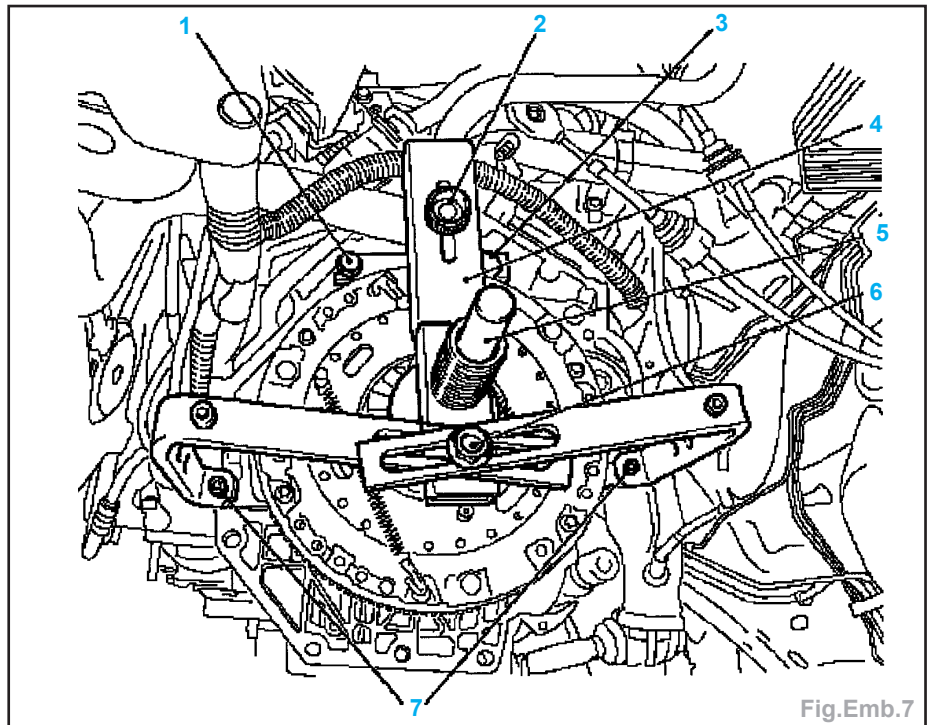

Fig.Emb.7
- Monter **KM-6263** (4) sur le bloc-moteur avec des vis de fixation (1, 3 et 7) en les serrant à la main sur le bloc-moteur (Fig.Emb.7).
(1) de la plaque de pression (toutes les languettes élastiques doivent reposer sur la pièce de pression),